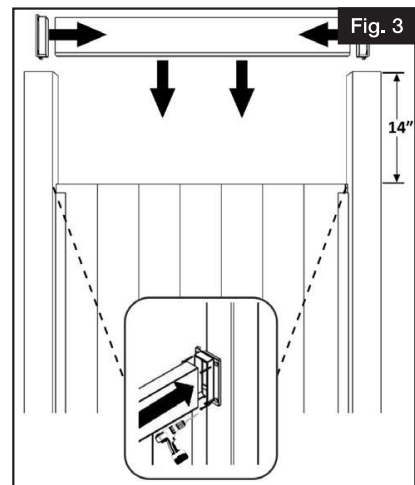

Fig. 3
- Glisser les supports sur la traverse supérieure, et placer la traverse sur le dessus des planches bouvetées (Fig. 3).
- Pour fixer les supports aux poteaux, enfoncer 4 vis (fournies) dans chaque support. Installer des capsules de vis blanches pour cacher les têtes de vis (Fig. 3).